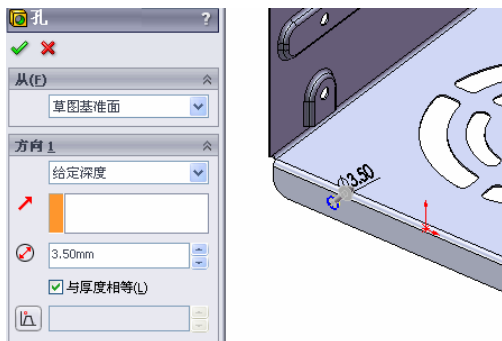

图 10-154 生成“简单直孔”特征操作
⑦ 生成“简单直孔”特征。单击“钣金”工具栏中的“简单直孔”图标。在“孔”属性管理器中的勾选“与厚度相同”选项, 键入孔直径尺寸数值: 3.5, 如图 10-154 所示, 单击“确定”图标, 生成简单直孔特征。